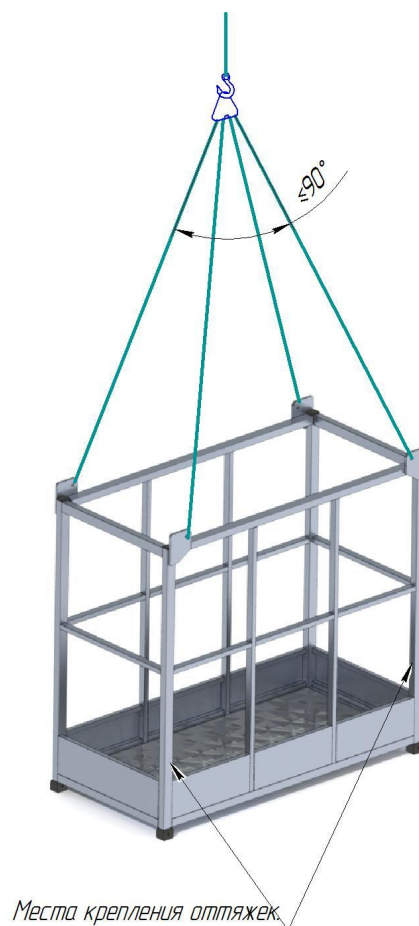

Рис. 2. Схема строповки.
- два двух-ветьевых стропа или один четырёх-ветьевой строп грузоподъёмностью не менее 1т (на каждую ветвь) и с длиной, достаточной для обеспечения угла  $\leq 90^\circ$  - см. рис. 2.
7.5. Для точного перемещения ПЛОЩАДКИ допускается использовать оттяжки в виде текстильных лент, надетые на нижние части стоек. На рис. 2 показаны места их крепления.